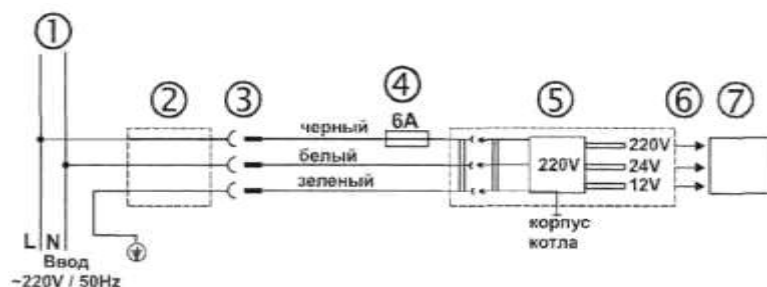
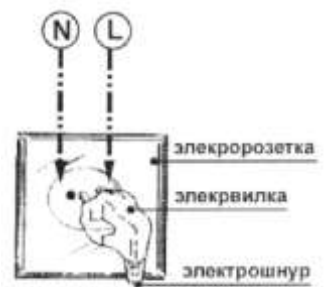

Рис. 28.1.
Рис. 29.2.
2. Подключение котла к электрической сети. (Рис. 28.1.)
2.1. Подключение котла к электрической сети отапливаемого объекта выполняется, как показано на схеме подключения котла к электросети (см. рис. 28.1. и рис. 29.2.).
2.2. Электрическое оборудование котла должно питаться от одного источника электроэнергии и выключаться при помощи одного выключателя. Для этого, на обогреваемом объекте, электропитание котла (см. рис. 28.1.) выполняется от распределительного шкафа, и отдельного автоматического выключателя.
6. Порядок включения котла в электророзетку. (Рис. 29.2.)
6.1. Коммутация проводов на электророзетке выполняется, как показано на рис. 29.2. Коммутация проводов от котла до электророзетки проверяется по схеме показанной на рис. 28.1.